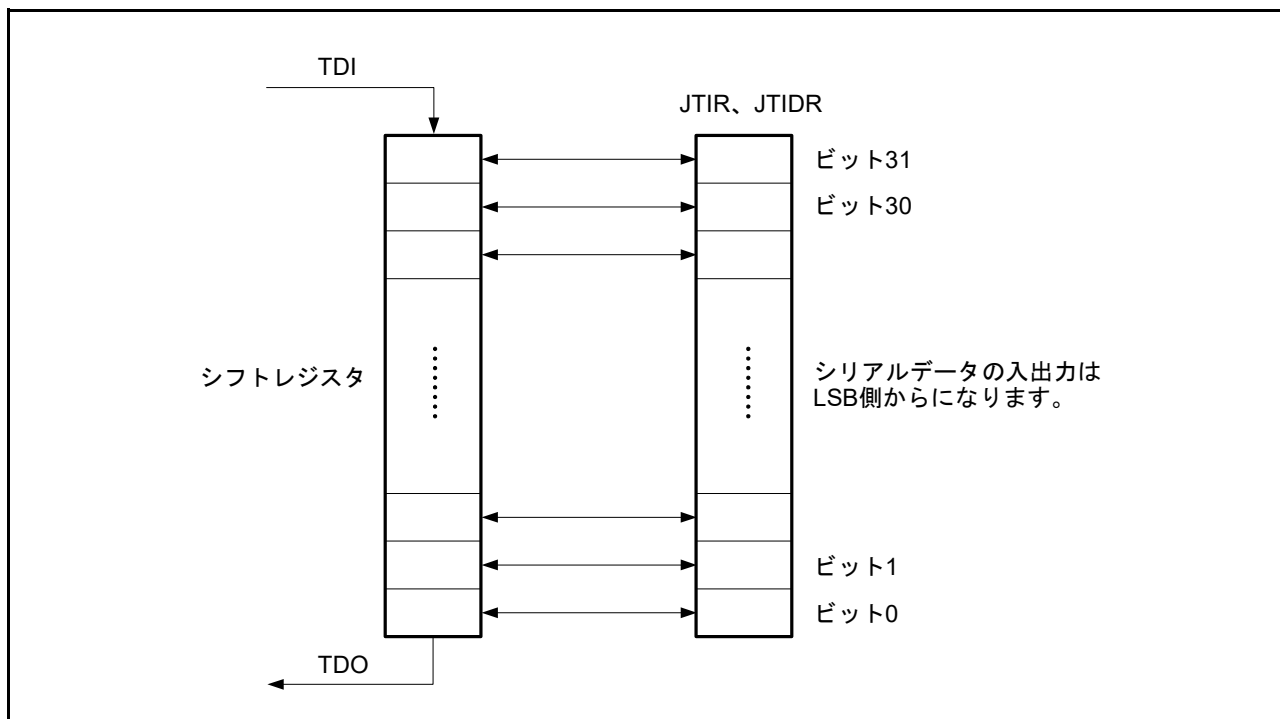

図 34.3 シリアルデータ入出力
- 図 34.3 で示すとおりシリアルデータは LSB 側から入出力する